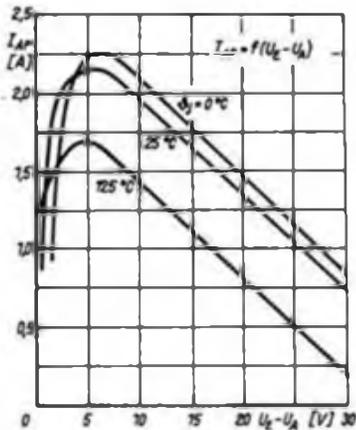

Bild 4: Wirkungsweise der Strombegrenzung bei unterschiedlichen Chip-temperaturen
- Die IS haben weder eine „Fold-back-Charakteristik“ noch eine Strombegrenzung für einen Nennausgangsstrom. Wie Bild 4 zeigt, hängt der maximale Ausgangsstrom von der Spannungsdifferenz  $U_E - U_A$  und von der Chiptemperatur ab. Die IS begrenzen also die maximale Verlustleistung.